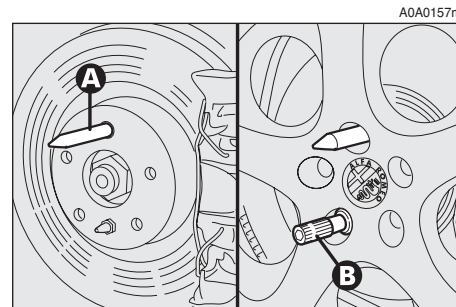

fig. 9
- apriete el espárrago de centrado (**A-fig. 9**) en uno de los orificios de los tornillos de fijación presentes en el buje;
- afloje el espárrago de centrado (**A-fig. 9**) y apriete el último tornillo de fijación;